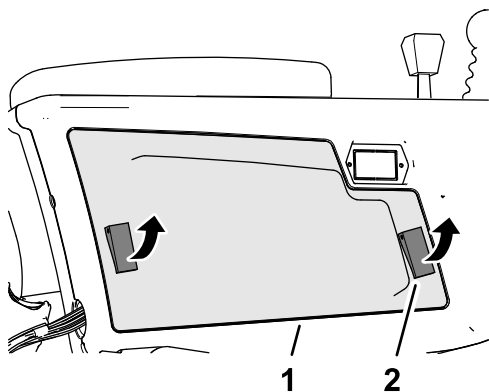

Рисунок 99
2. Откройте 2 защелки, которые крепят крышку рычага управления к рычагу управления, и снимите крышку (Рисунок 99).